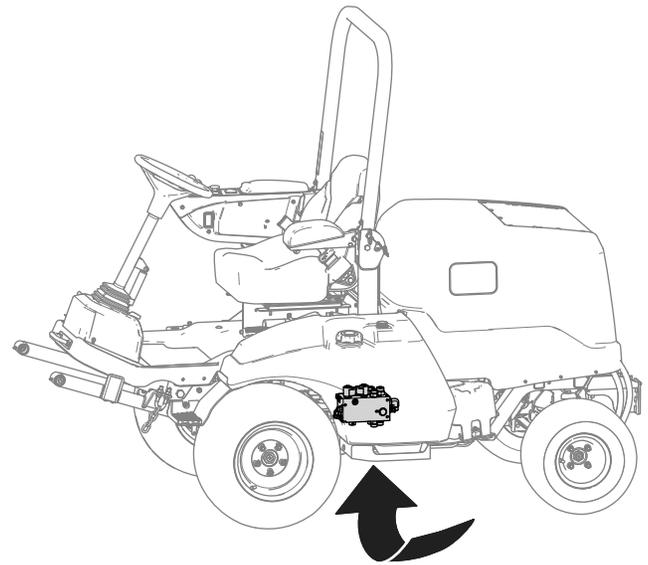

図 22
3. マシン下部にある昇降マニホールドを探し出す 図 22。